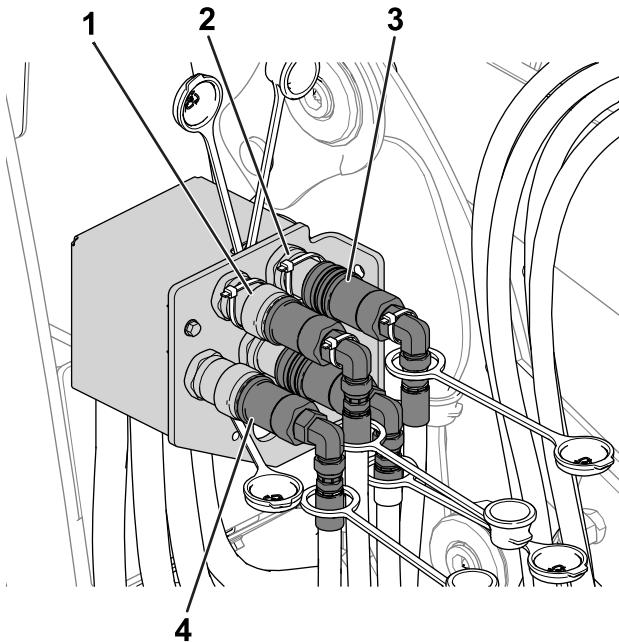

Figura 54
- Attenersi ai seguenti passaggi per collegare i giunti idraulici (Figura 54):